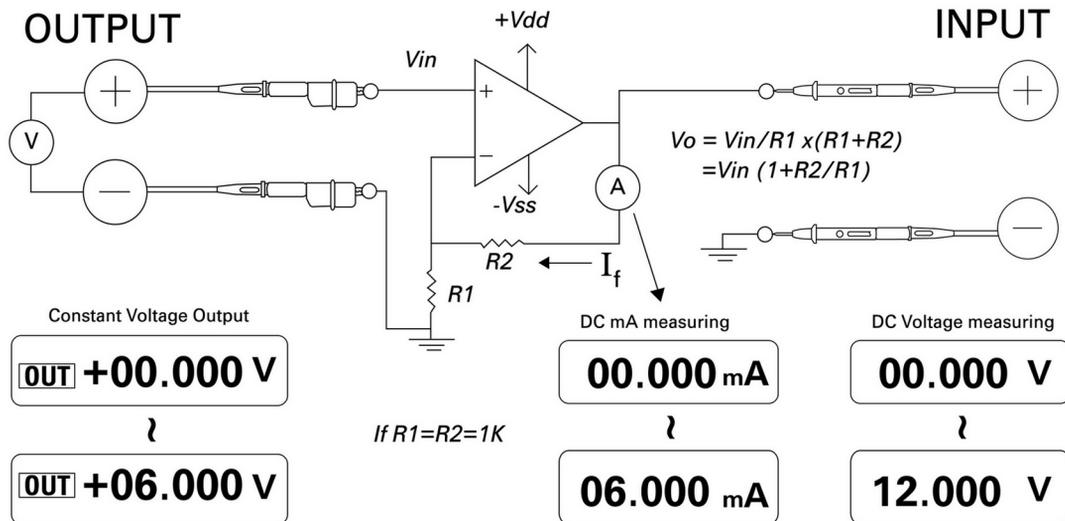

Figura 5-14 Convertitore tensione-corrente
Mantenendo la tensione di ingresso differenziale sullo zero, l'amplificatore operazionale visualizzato nella Figura 5-14 forza il flusso di corrente $I = V_{in}/R1$ attraverso il carico $R2$ nel percorso di reazione. Questa corrente è indipendente dal carico.
- 5 Collegare l'amplificatore operativo come indicato nella Figura 5-14.
- 8 In alternativa   possibile impostare il selettore rotante sulla posizione $\sim mA / \text{Ⓢ}$ e collegare le sonde di ingresso al posto del misuratore **A** come indicato nella Figura 5-14. Si noter  che la corrente misurata   proporzionale alla tensione in ingresso nell'amplificatore operazionale.